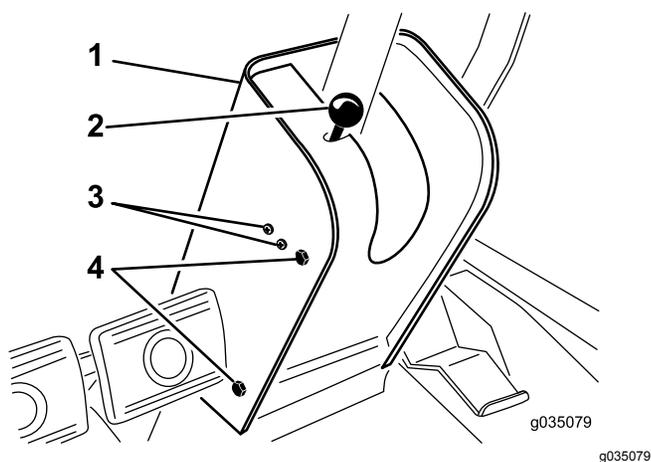

Figura 72
- Rimuovete la manopola dall'asta del freno di stazionamento e le viti dal copripiantone dello sterzo (Figura 72).
- Allentate le viti e i dadi che fissano l'interruttore del freno di stazionamento sul lato sinistro del piantone dello sterzo (Figura 72).